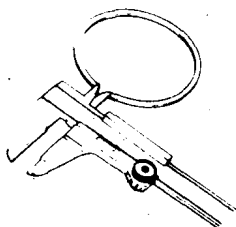

图 1-37
19. 检查活塞环的开口间隙。先检查自由状态时的间隙，如图 1-37 所示。第一道环标准尺寸为 7 毫米，使用极限为 5.6 毫米；第二道环标准尺寸为 7.5 毫米，使用极限为 6 毫米。